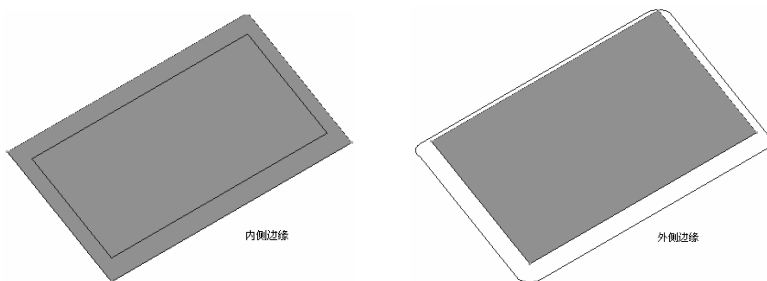

图 2-185 侧示意图
- **【侧】**：用于确定轮廓刀具路径是在曲面外侧还是在内侧，该选项包括“外侧边缘”和“内侧边缘”2 个选项，如图 2-185 所示。